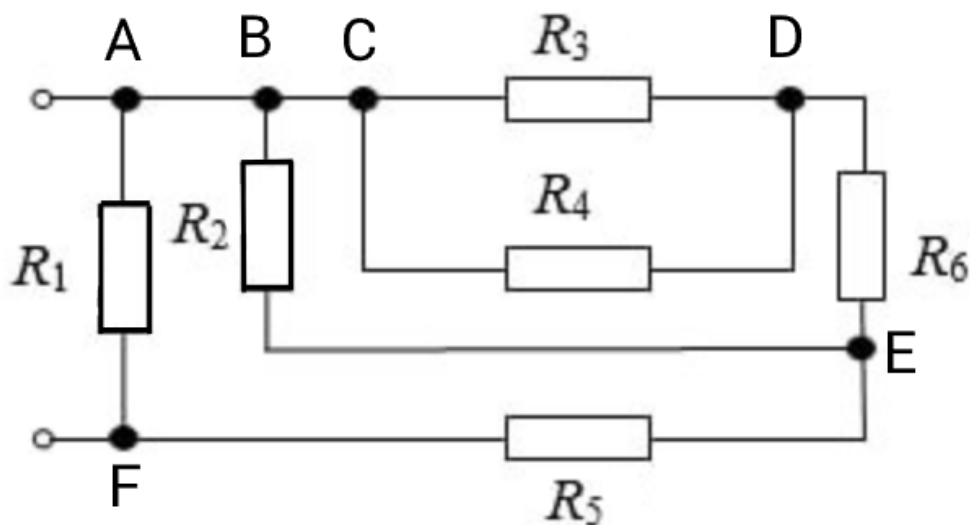

Рисунок 1 — Схема электрической цепи для задания 1
1. Рассчитать значения эквивалентного сопротивления схемы, в соответствии со 2 вариантом (Рисунок 1). Определить значения тока в каждой ветви для электрической цепи. Числовые значения сопротивлений приемников электрической схемы приведены в Таблице 1.